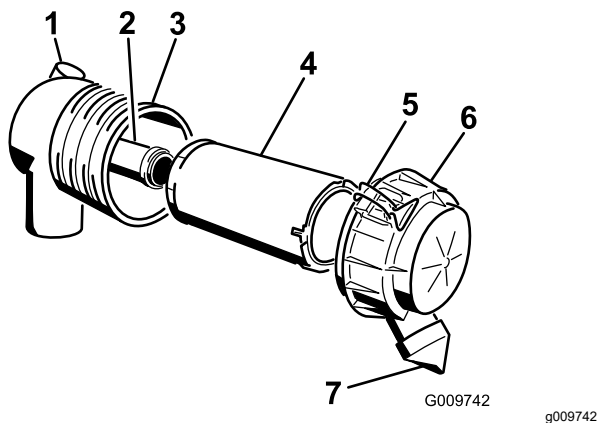

Figura 61
1. Extraiga con cuidado el filtro primario de la carcasa del limpiador de aire (Figura 61).
4. Si va a cambiar el filtro de seguridad, deslice el filtro nuevo con cuidado en el cuerpo del filtro (Figura 61).
6. Instale la cubierta del limpiador de aire con el lado que lleva la palabra "UP" (arriba) hacia arriba y fije los cierres (Figura 61).